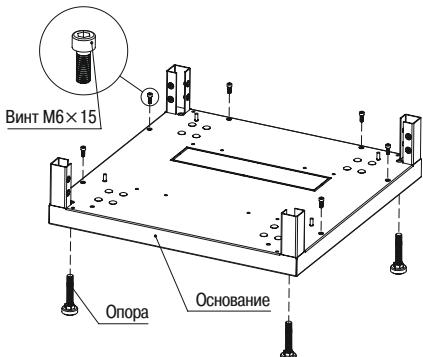

Рисунок 1 – Нижнее основание
3.1.1 Извлеките из первого места составные части изделия\*. Установите на нижнее основание опоры и винты M5×16 (6 шт.) с цилиндрической головкой (рисунок 1).